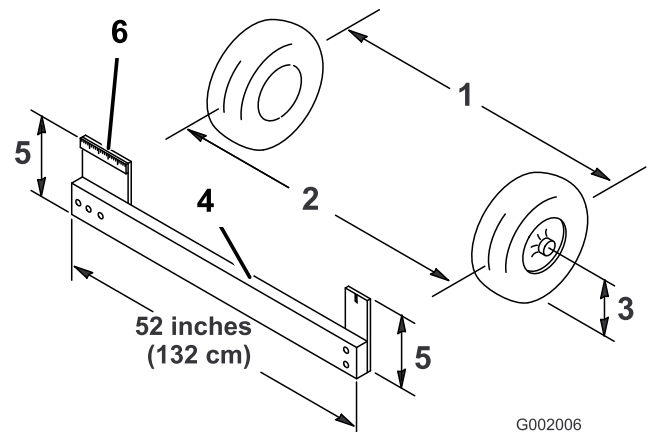

Figure 58
- Mesurez la distance entre les roues avant à hauteur d'essieu, à l'avant et à l'arrière des roues (Figure 58). Un gabarit ou un compas à verges est nécessaire pour mesurer l'arrière des roues avant à hauteur d'essieu. Utilisez le même gabarit ou outil pour mesurer précisément l'avant des roues avant à hauteur d'essieu (Figure 58).